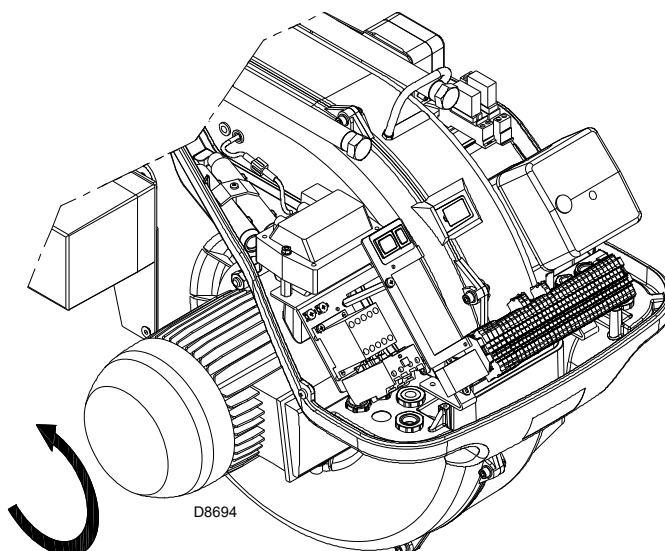

Fig. 25
- contrôler le sens de rotation de la turbine du ventilateur par le viseur de flamme (Fig. 25);
- contrôler le sens de rotation du moteur ventilateur comme sur la Fig. 25.